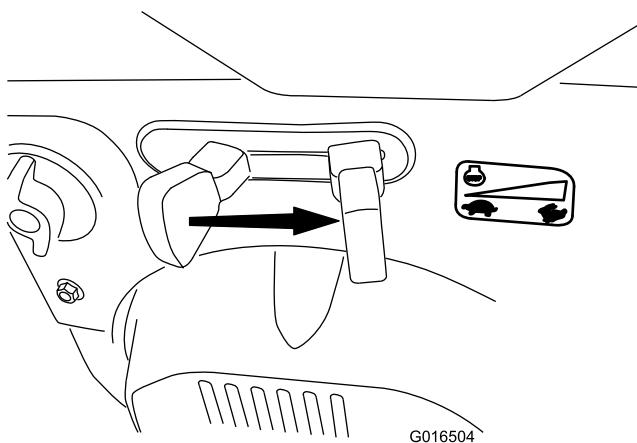

Bild 25
6. Stellen Sie den Gasbedienungshebel auf SCHNELL (Bild 25).